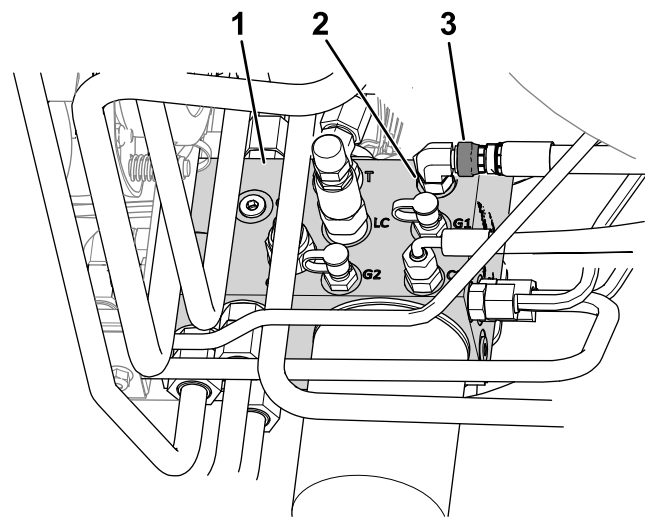

Figure 9
- B. Desserrez l'écrou pivotant du flexible relié à l'orifice C1 du collecteur hydraulique (Figure 9).